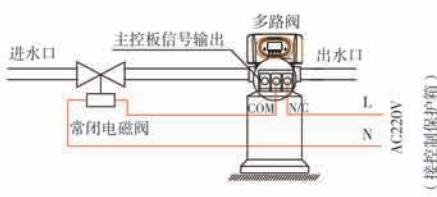
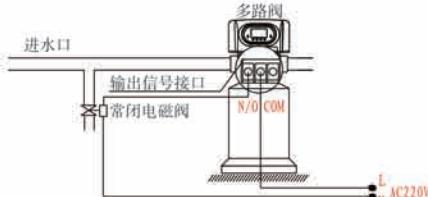

图 3-2 控制进口电磁阀的接线图
图 3-3 泄压端口的接线图
**应用说明：**当进水口压力高于0.6MPa时，在进水口接入电磁阀。输出控制模式设为 b-02。在控制过程转换时进行泄压，其接线如图 3-2 所示。也可利用泄压端口泄压，如图 3-3 所示：